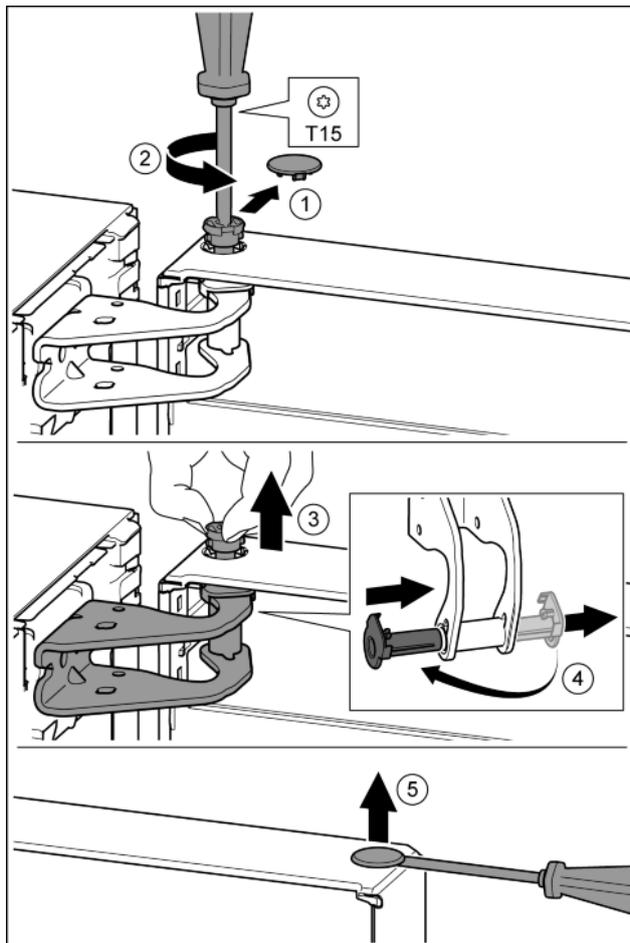

Fig. 12
► Enlever délicatement le cache de sécurité. Fig. 12 (1)
► Dévisser légèrement le boulon avec un tournevis T15. Fig. 12 (2)
► Tenir fermement la porte et sortir le boulon avec les doigts. Fig. 12 (3)
► Tirer la douille de palier en dehors du guide. La mettre de l'autre côté et l'enclencher. Fig. 12 (4)
► Soulever délicatement le bouchon en dehors de la douille de palier de porte avec un tournevis plat et le sortir. Fig. 12 (5)